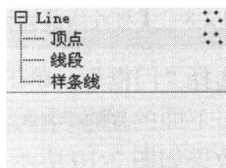

图 2-14 选择【顶点】
Step 14 单击  按钮切换到【修改】面板，展开【可编辑样条线】，选择【顶点】，如图 2-14 所示。